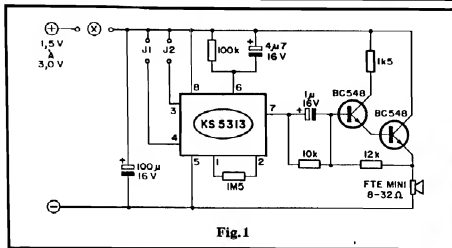

Fig. 1
- FIG. 1 - O CIRCUITO DO MK1 - Baseado no Integrado KS5313 (uma melodia programada), o arranjo precisa apenas de dois resistores (100K e 1M5) e um capacitor eletrolítico (4u7) para ter sua música devidamente "extraída"... Num projeto anteriormente mostrado em APE, com esse mesmo Integrado, a saída de som requeria um transistor e (af estava o "nô" da questão...) um pequeno transformador com características um tanto especiais, para o devido "casamento" com um alto-falante mini... Para "fugir" do tal transformadorzinho "difícil", o presente projeto foi re-calculado e re-dimensionado, usando-se um módulo em **Darlington** na saída (pino 7 do KS5313), com dois transistores BC548 "enfileirados", cuidadosamente polarizados pelos resistores de 1K5, 10K e 12K, de modo a entregar o sinal diretamente ao pequeno alto-falante (com impedância entre 8 e 32 ohms...). O capacitor de luz faz o acoplamento para sinal, entre o Integrado e o **Darlington**, enquanto que o de 100u efetua o desacoplamento da alimentação... Esta pode ficar entre 1,5 (não menos) e 3,0 (não mais) volts, com o que uma ou duas pilhas pequenas poderão ser utilizadas, confortavelmente... Nos pontos "X", "J1" e "J2" poderão ser inseridos componentes, **jumpers** ou controles diversos, conforme explicações dadas mais adiante... Um ponto prático importante: embora o Integrado KS5313 contenha apenas uma música pré-pro-